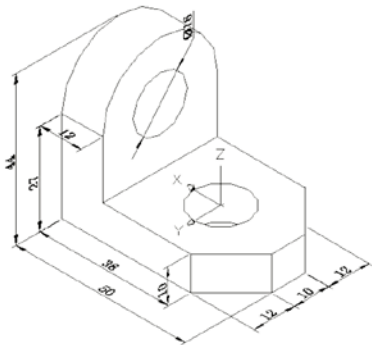

图 11.113 旋转坐标轴
(18) 在【功能区】选项板中选择【视图】选项卡, 在 UCS 面板中单击【原点】按钮 , 将坐标系移动到底座中圆孔上表面圆的圆心处, 然后在【视图】选项卡中的 UCS 面板中单击 Z 按钮 , 将坐标系绕 Z 轴旋转 90° , 如图 11.113 所示。